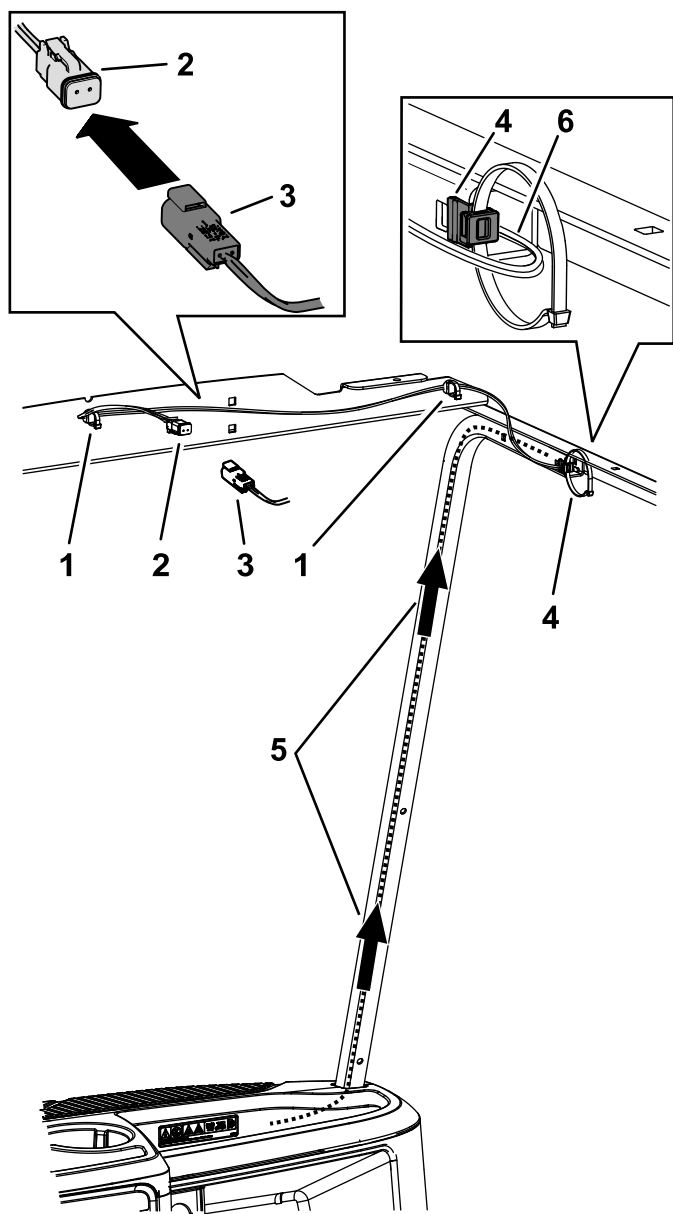

**Figura 3**
- 3. Empezando en la parte inferior del soporte de la capota, pase el conector pequeño del arnés de cables de la baliza hacia arriba por el soporte delantero derecho de la capota, hacia el lado derecho de la capota; consulte la Figura 3.
- 4. Enrute el arnés hasta la parte delantera de la capota por el exterior del tubo hasta el soporte delantero de la capota (Figura 3).
- 5. Conecte el arnés al conector de la baliza (Figura 3).
- 6. Usando la cinta de color del arnés para localizar los puntos de fijación, sujete el arnés con las grapas y el clip para perfil (Figura 3).